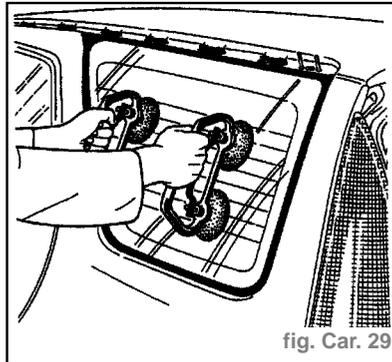

fig. Car. 29
- À l'aide de ventouse, poser la vitre sur le véhicule en la présentant parallèlement à la feuillure (fig. Car. 29).